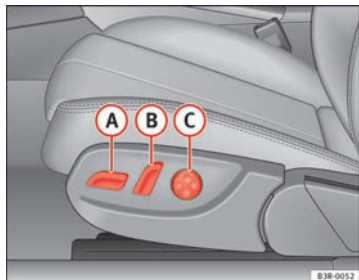
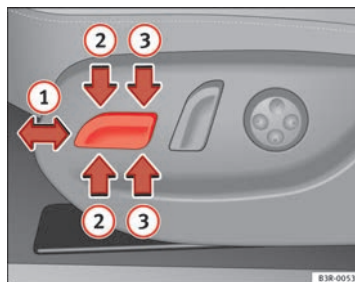

Abb. 106 Vordersitz: Bedienelemente zum Einstellen
Abb. 107 Vordersitz: Schalter für Sitzverstellung
- Bewegen Sie den Schalter **A** ⇒ Abb. 106 nach vorn oder nach hinten **1** ⇒ Abb. 107 ⇒ **Δ**.